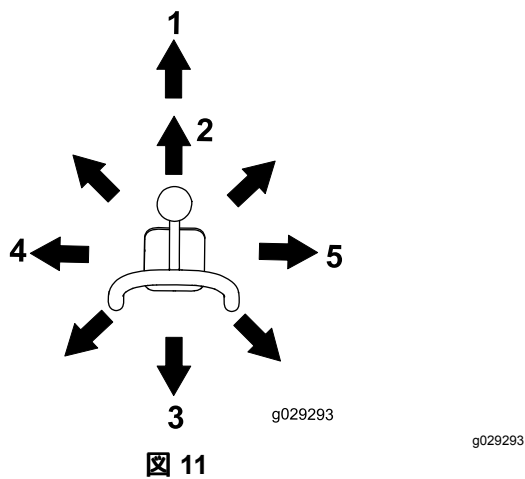

図 11
- アタッチメントを前に傾けるときは、レバーをゆっくり右に動かします 図 11。
- アタッチメントを後に傾けるときは、レバーをゆっくり左に動かします 図 11。
- ローダーアームを下げるときは、レバーをゆっくり前に押します 図 11。
- ローダーアームを上げるときは、レバーをゆっくり後に押します 図 11。
- ローダーアームをフロント位置ディテントまで下げるときは、レバーを一番前まで押します 図 11。